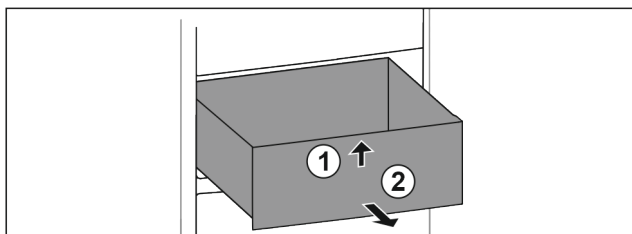

Fig. 71
- Nadzvedněte zásuvku vpředu. Fig. 71 (1)
- Vyjměte zásuvku dopředu. Fig. 71 (2)